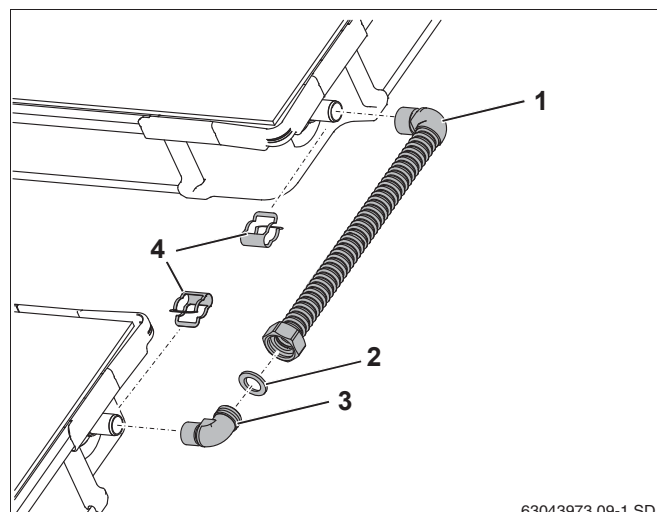

Рис. 40 Комплект для соединения двух рядов коллекторов
- ▶ Уложите уплотнение (рис. 40, поз. 2).
- ▶ Вставьте уголок (рис. 40, поз. 3) в накидную гайку, выровняйте и закрепите.
- ▶ Наденьте соединительную трубу (рис. 40, поз. 1) на штуцеры коллекторов и зафиксируйте зажимами (рис. 40, поз. 4) из комплекта для подключения.